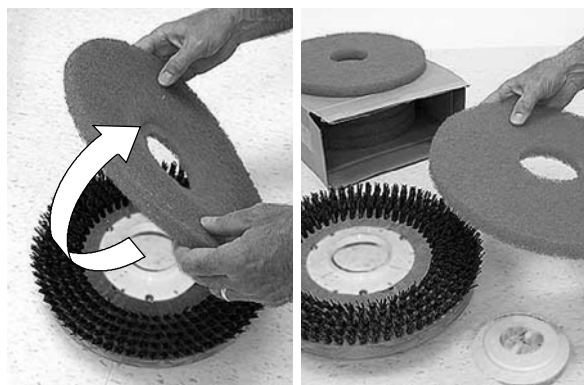

FIG. 47
6. Retournez le patin ou remplacez-le en cas d'usure (Figure 47).